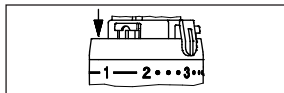

Fig. 7
2. Para limitar el rango de control mínimo, uno de los clips limitadores debe colocarse en la ranura inmediatamente anterior a la posición "2" (fig. 7).